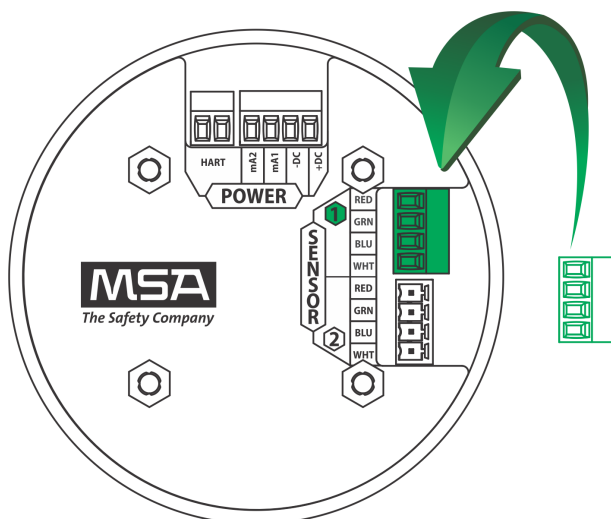

Fig. 33 Een sensor met de kaart verbinden
- (9) Sluit de connector aan op de board-stack, controleer of de juiste draden in de juiste aansluitklemmen zitten.
- (10) Verbind de HART-draden (bij optionele HART-poort).
- (11) Verbind an XCell of XIR PLUS sensor met behulp van de groene connector. Sensordraden zijn al verbonden zoals afgebeeld op de afdekplaat (zie Fig. 33):